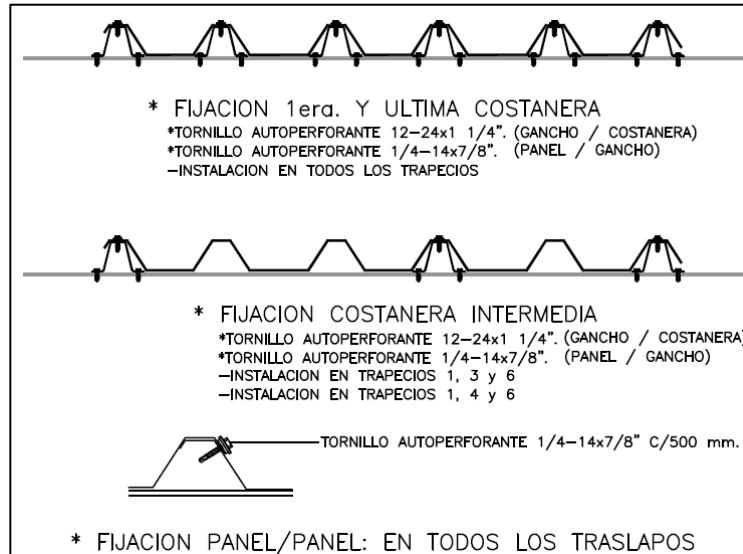

Figura 7 Esquema de fijaciones cubierta panel PV6
24. Para la fijación entre plancha, se contempla la utilización de las fijaciones indicadas en las especificaciones técnicas y los planos de proyecto (Lata-Lata, Figura 7).